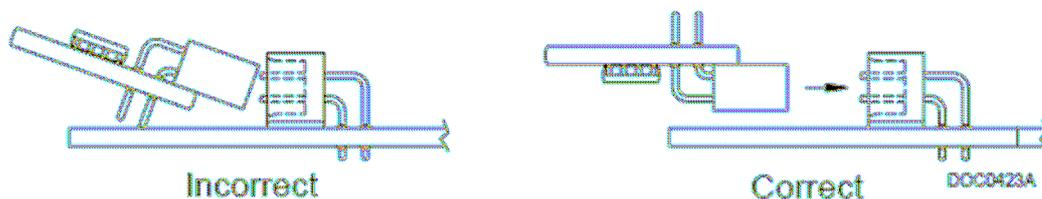

Figura 2-7. Instalação da Chave de Licença
6. Pressione a Chave de Licença no terminal até que este esteja firmemente encaixado. Conforme mostra a Figura 2-7.